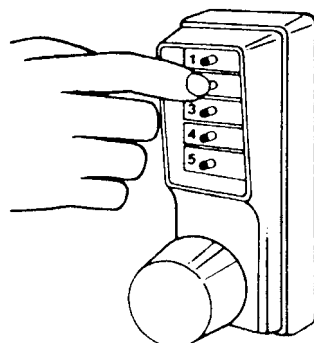

Рис. 8.8. Проверка работоспособности замка (С разрешения компании Simplex Access Controls Corp.)
7. Следует проверить действие замка, задав комбинацию, установленную на заводе-изготовителе: нажать кнопки "2" и "4" одновременно, затем нажать кнопку "3" (рис. 8.8).